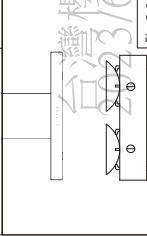

Fig. 5-2
2. La hotte doit être installée au-dessus du plan de cuisson (Fig. 5-2)